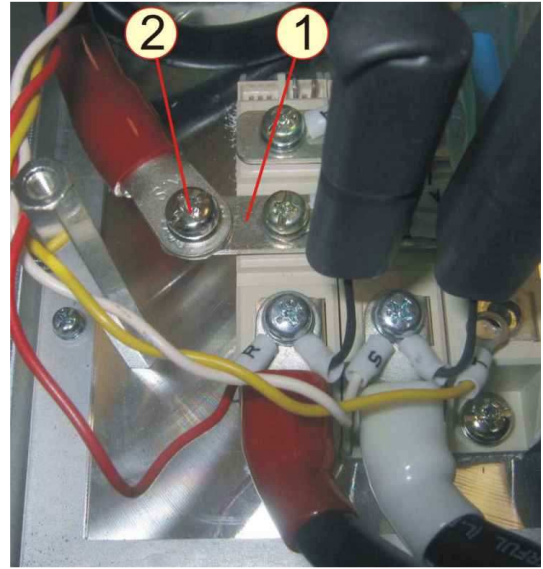

Рисунок 7.28
7.11.11 Закрепить наконечник провода, соединенного с дросселем L1, на шине 1 винтом 2 (рисунок 7.28).